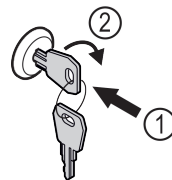

Fig. 191
- Sleutel erin duwen. Fig. 191 (1)
- Sleutel 90° rechtsom draaien. Fig. 191 (2)